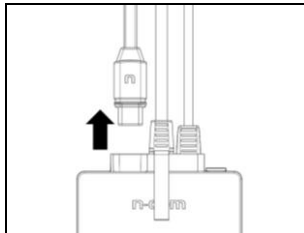

Abb. 41
- Lösen Sie den Stecker der Tastenvorrichtung vom Gegenstück los (Abb. 41).